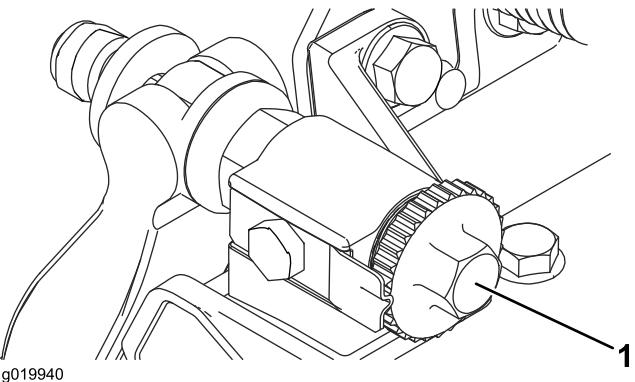

図 30
1. ベッドナイフ調整ノブ 図 30を左に回して、ベッドナイフとリールの接触を完全になくす。